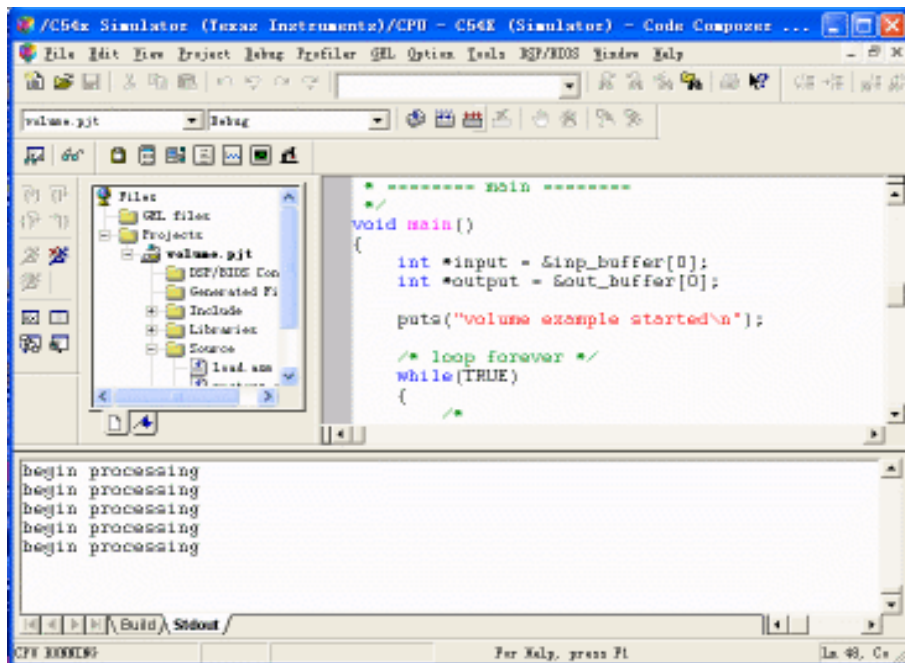

图 1-7 程序运行窗口
(8) 此时在编辑窗口标题栏的文件名右边会出现一个星号 (*), 这表明源文件已被更改, 当文件存盘后星号会自动消失。
(9) 选择 **File Save** 或按 **Ctrl+S** 保存更正后的 **volume.c** 文件。
(10) 选择 **Project Build** 或单击  (Incremental Build) 按钮, CSS 将新重编译替换后的文件。
(11) 选择 **File Load Program** 并选中 **volume1.out**, 可以通过定制 (customizing) 项目环境, 以便每次在编译后自动调入程序, 选择 **Option Customize**, 并单击 **Program Load Options** 选项, 然后选择 **Load Program After Build Option** 选项。
(12) 选择 **Debug Go Main**, 使程序从主函数 **main** 处开始执行, 这一进程将在 **main** 处暂停并由  键确定。
(13) 选择 **Debug Run** 或单击工具条中的  (Run), 显示如图 1-7 所示的程序运行窗口。
(14) 选择 **Debug Halt**, 使程序退出运行状态。